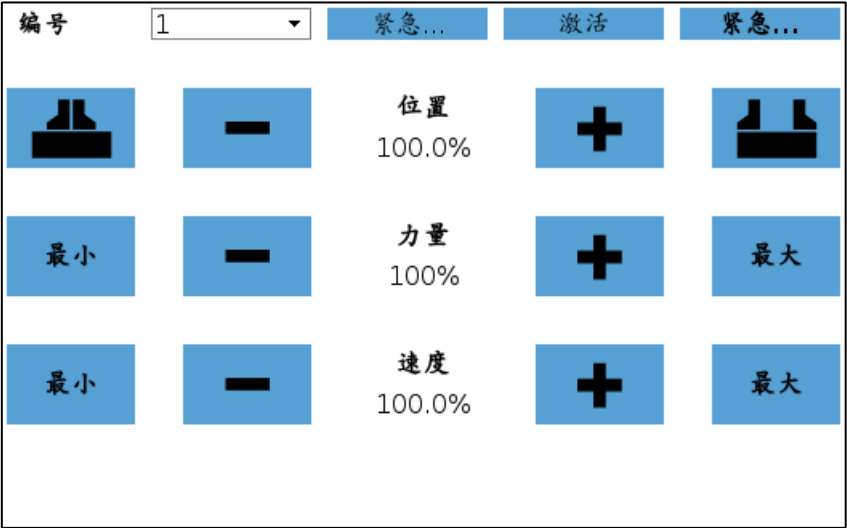

图 5.6 调试界面
2. 点击工具栏图标，可以在各个窗口下实现调试操作。如图 5.6 所示。